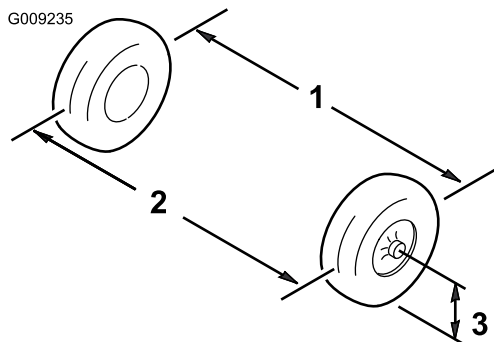

**Figure 61**
3. À l'aide de l'outil TORO6010, tournez la bague sur l'amortisseur pour changer la longueur du ressort (Figure 61).